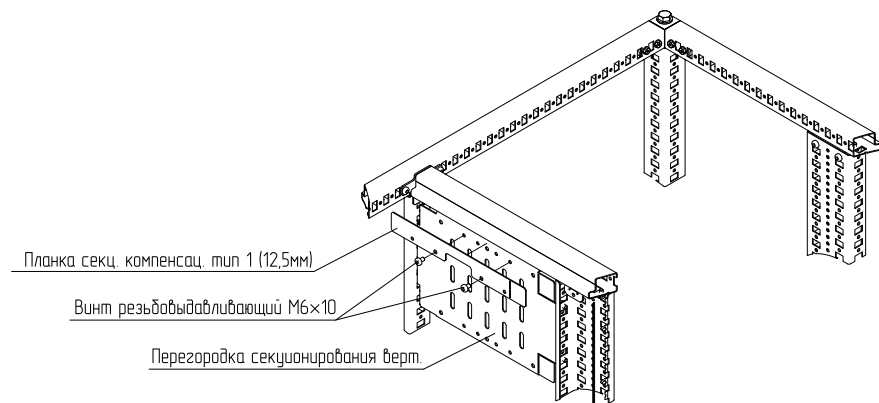

Рисунок 3
4.1.2 Приложить планку секционирования компенсационную тип 1 к перегородке секционирования вертикальной и закрепить винтами M6×10 (рисунок 3). Момент затяжки – 7 Н·м.